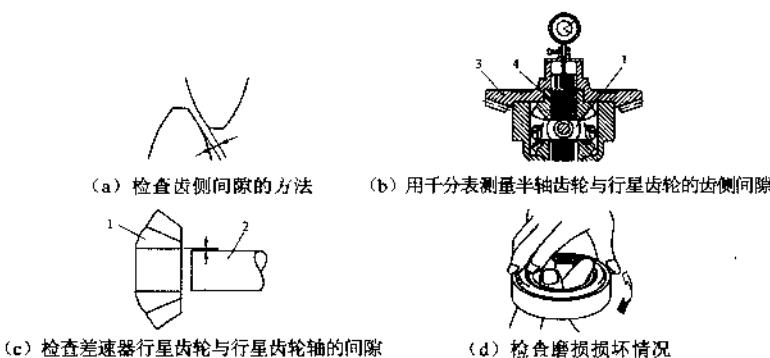

图 5.19 行星齿轮变速器齿轮、轴承的检查
行星齿轮变速器齿轮与轴承的检查如图 5.19 所示。
- ① 检查滚针轴承、止推滚针轴承以及各轴承的磨损与损坏，必要时应更换。
- ② 检查单向离合器，将单向离合器装到行星齿轮支架上，固定住单向离合器的外圈，行星齿轮支架往一个方向可以自由转动，往另一个方向应不能转动，否则表示单向离合器损坏，应更换。
- ③ 检查大太阳轮、小太阳轮、齿圈和行星齿轮支架上各齿轮的磨损和损坏程度。检查输出轴、中间轴、涡轮轴的直线度，弯曲严重的要更换。检查行星齿轮应能在行星齿轮支架上转动自如。
- ④ 安装滚针轴承时，有标志的一面（壁厚度大的钢板）朝向安装工具。检查垫圈是否有毛刺或损坏，只允许用完好无损的调整垫圈。检查所有轴套的磨损并更换。
- ⑤ 检查主动齿轮、被动齿轮、主减速器小齿轮及主减速器大螺旋齿轮 3 的磨损和损坏。
- 检查主动齿轮与被动齿轮之间的齿侧间隙，可用固定一个齿轮，转动另一齿轮的方法用千分表检测，如图 5.19 (a) 所示，标准值为  $0.05\text{mm} \sim 0.1\text{mm}$ ，使用极限为  $0.2\text{mm}$ 。
- 半轴齿轮 4 与行星齿轮 1 的齿侧间隙可用千分表测量，采用半轴齿轮蹿动的方法进行测量，如图 5.19 (b) 所示，过大时可更换组合式止推垫片。
- 检查差速器行星齿轮 1 与行星齿轮轴 2 的间隙，标准值为  $0.05\text{mm} \sim 0.08\text{mm}$ ，使用极限为  $0.15\text{mm}$ ，如图 5.19 (c) 所示。
- ⑥ 检查主动齿轮小齿轮轴及差速器的圆锥滚柱轴承的磨损损坏情况，如图 5.19 (d) 所示，必要时进行更换。
- ⑦ 安装变速器轴承时应用变速器油润滑轴承。测量摩擦力矩时，润滑要特别仔细。圆锥滚柱轴承安装前应将其内圈加热到约  $100^\circ\text{C}$ 。相同尺寸的轴承外圈和内圈不可互换。同一轴上的圆锥滚柱轴承应同时更换并使用同一厂家的产品。